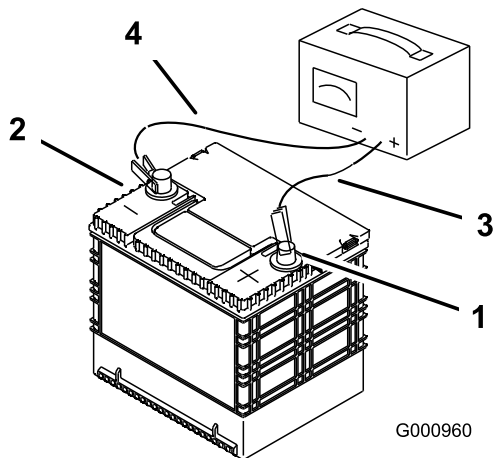

Figura 60
2. Cuando la batería esté completamente cargada, desconecte el cargador de la toma de electricidad, luego desconecte los cables del cargador de los bornes de la batería (Figura 60).